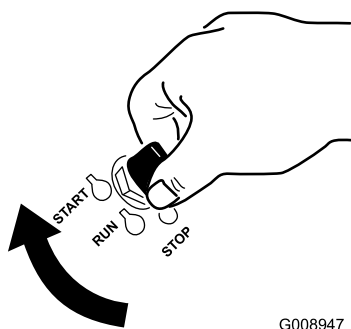

Figure 16
1. Tournez la clé de contact à la position de démarrage (Start) (Figure 16). Relâchez la clé quand le moteur démarre.
6. Tournez la clé de contact à la position de démarrage (Start) (Figure 16). Relâchez la clé quand le moteur démarre.